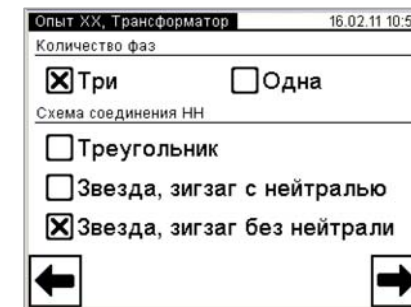

Рисунок 6.28
5) Вибрати варіант з'єднання обмоток НН трансформатора, для чого натиснути в полі "Звезда или зигзаг без нейтрали" в підрозділі "Схема соединения НН" в вікні "Опыт ХХ. Трансформатор" (рисунок 6.28).